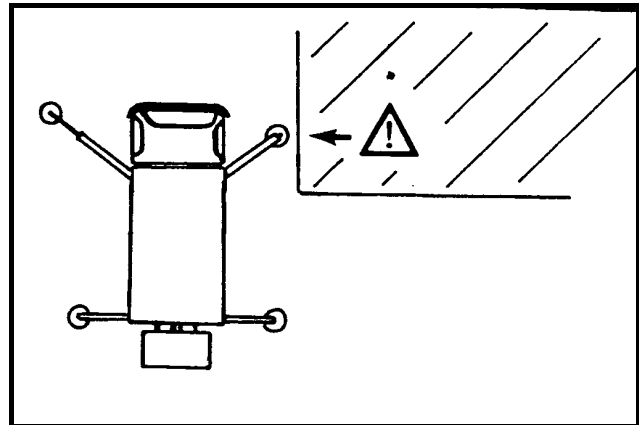

Fig. 2
**Queda prohibida cualquier posición intermedia**, por no garantizar la estabilidad \* necesaria (Fig. 2).